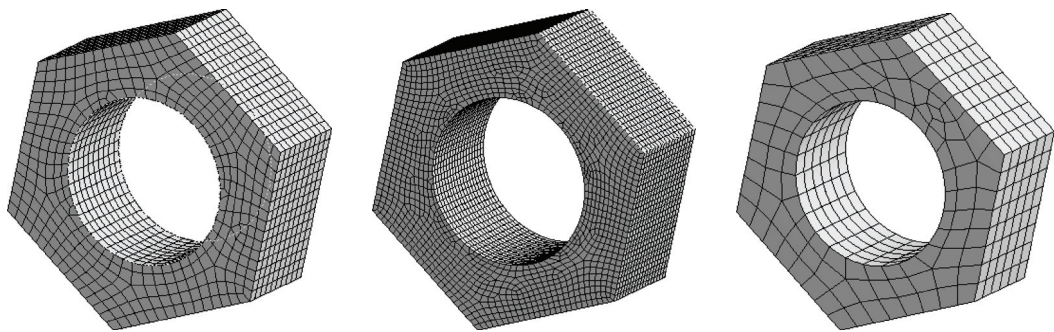

图 4-23 Relevance Center 为 Medium 图 4-24 Relevance Center 为 Fine 图 4-25 Relevance Center 为 Coarse
1) 单击 Mesh，修改 Relevance Center 为 Medium，其余默认；单击工具栏中 Generate Mesh 按钮，生成的网格模型如图 4-23 所示。